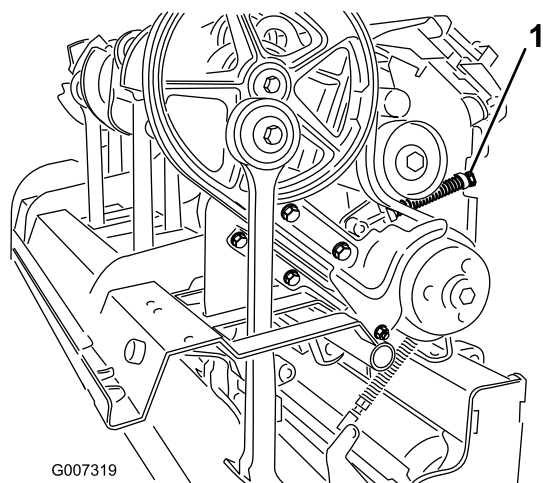

Figura 38
4. Para liberar la tensión del resorte tensor, afloje la contratuercas que sujeta el retenedor del muelle (Figura 38) y gire el retenedor del muelle.